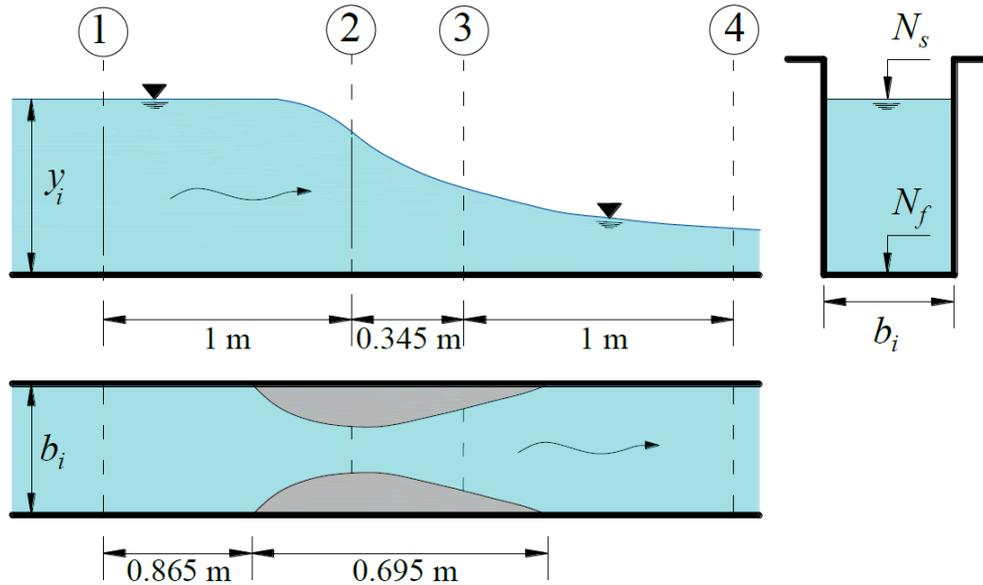

Figura 1. Perfil longitudinal, sección y vista en planta del canal
3. Identificar las cuatro secciones de análisis del canal rectangular como se muestra en la figura 1.